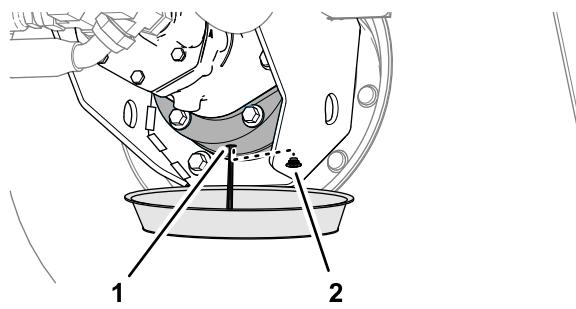

**Figura 86**
2. Posizionate una bacinella di spurgo sotto il mozzo dei riduttori planetari, rimuovete il tappo di spurgo, il tappo di riempimento e il tappo di controllo e lasciate spurgare completamente il lubrificante (Figura 86).